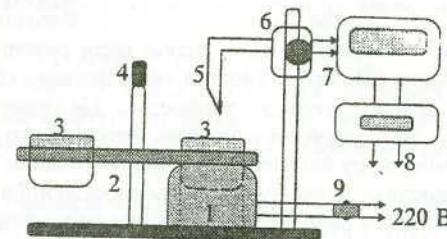

Рис. 20.
**Опис установки.** Установка для дослідження процесу плавлення металів показана на (рис. 20). Вона складається з електропечі 1 для нагрівання тигля з металом 3, поворотного стола 2 з рукою керування 4, на якому закріплені чотири тиглі з різними металами. Термопара 5 разом з потенціометром 7 складають електричний термометр, за допомогою якого вимірюють температуру металу в тиглі. Сама термопара може переміщуватись по вертикалі, якщо обертати гвинт повзунка 6. Секундоміром 8 вимірюють час. Перемикач 9 призначений для увімкнення живлення електропечі 1.